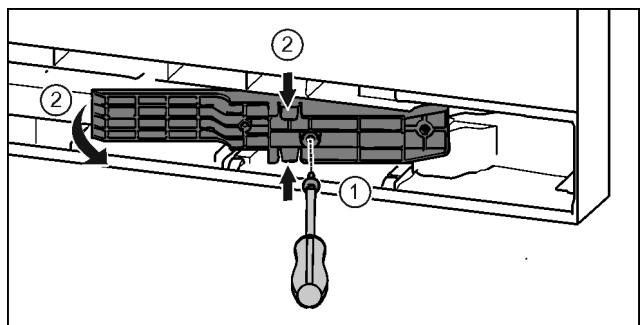

Fig. 22*
- ▶ Schroeven met schroevendraaier T15 losdraaien.* Fig. 22 (1)
- ▶ Adapterstuk eruit trekken.* Fig. 22 (2)